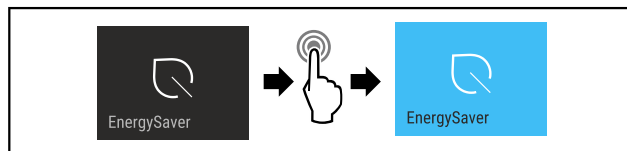

Fig. 16
- Выполните шаги действия (см. Fig. 16).